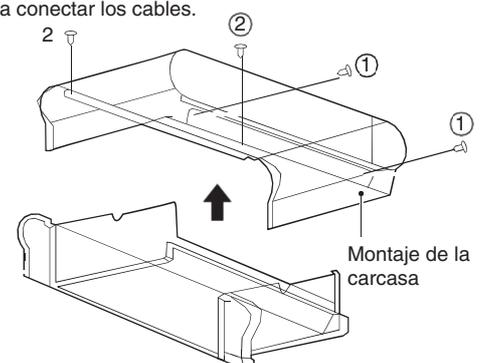

Figura 5-17 Extracción de la carcasa
Retire los tornillos ①x2 y ②x2 y, a continuación, la carcasa, tal y como se muestra en la Figura 5-17.